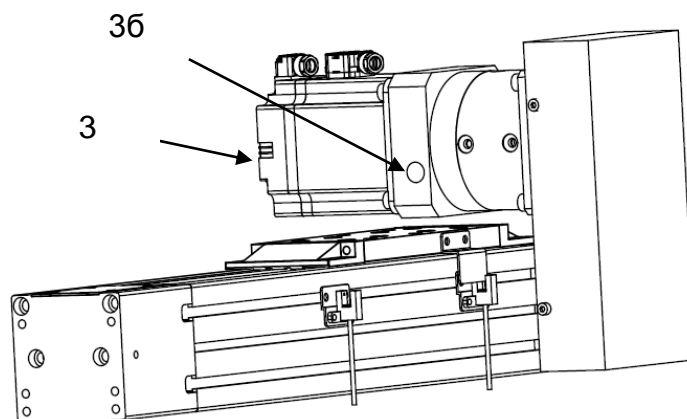

Рисунок 17 – Внешний вид ременного модуля серии MCR.
7) затянуть второй винт муфты (поз. 3б) с другой стороны редуктора (поз. 3) (см. рисунок 17);